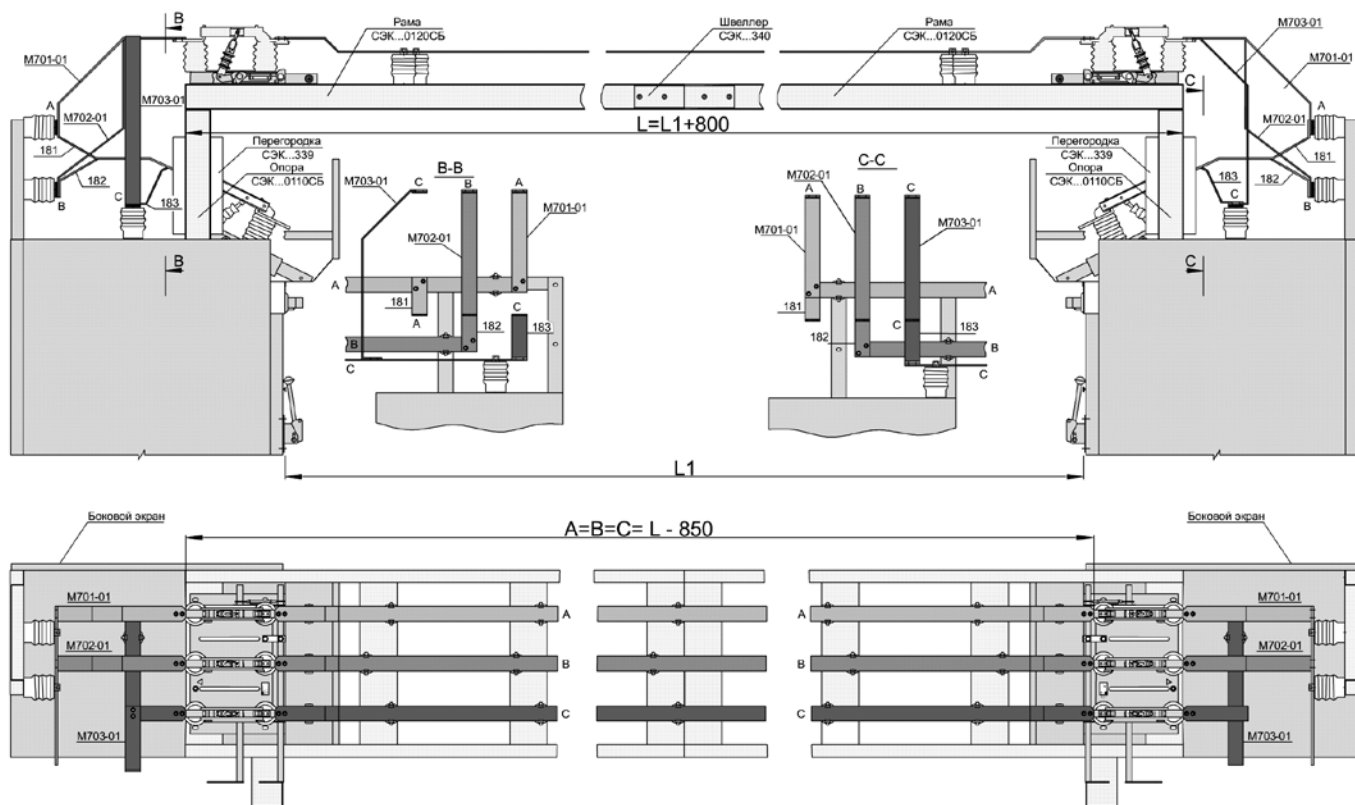

Рисунок 14.2. Шинный мост с разъединителями
- шинный мост с несущей рамой (рисунок 14.2) применяется при ширине прохода более 2,1 м